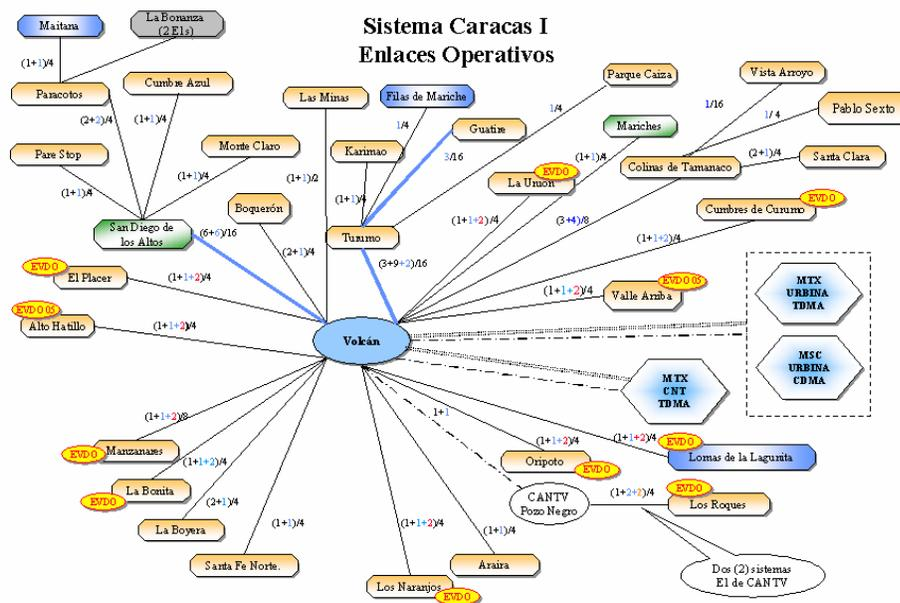

Figura 9. Esquema de interconexión Caracas I.
Este módulo se encarga de distribuir la corriente continua (DC) desde los rectificadores hasta la carga y las baterías. En la figura 9 se puede apreciar el esquema de funcionamiento del bloque de distribución DC